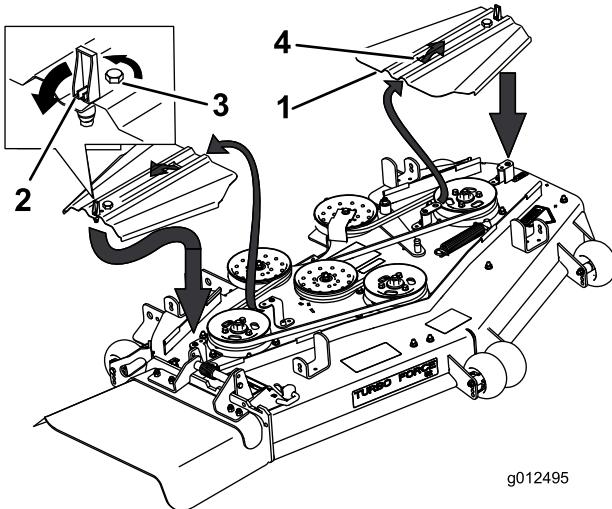

Bild 67
5. Entfernen Sie die Riemenabdeckungen und die Schrauben (Bild 67).
12. Setzen Sie die Riemenführungen ein, indem Sie die Abdeckung in die Lasche schieben, ziehen Sie die Schrauben an und schließen Sie die Riegel (Bild 67).